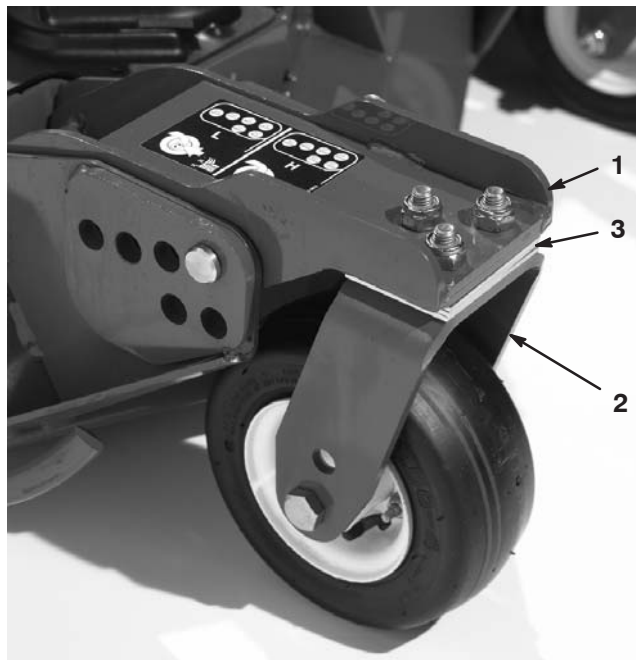

Figure 23
Tournez la lame sur chaque axe pour la diriger dans le sens longitudinal. Mesurez et notez la distance entre le sol et la pointe avant du tranchant. Ajoutez ou retirez des cales de 3 mm sur le ou les bras pivotants avant pour que la hauteur de coupe corresponde à celle qui est indiquée sur l'autocollant (Fig. 23). Pour l'axe de la lame extérieure seulement, reportez-vous à la rubrique Réglage de l'inclinaison des lames.
3. Si le bord intérieur du plateau de coupe latéral est trop élevé par rapport au bord extérieur du plateau de coupe avant, retirez une cale de 3 mm au bas du bras pivotant intérieur avant du plateau latéral (Fig. 23). Mesurez de nouveau la distance entre les bords extérieurs des deux plateaux de coupe latéraux et la distance entre le bord intérieur du plateau de coupe latéral et le bord extérieur du plateau de coupe avant.